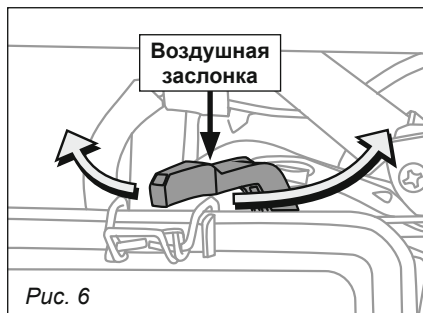

Рис. 6
**Рычаг воздушной заслонки** (рис. 6), предназначен для перекрытия подачи воздуха в карбюратор, обогащения топливной смеси при запуске двигателя.